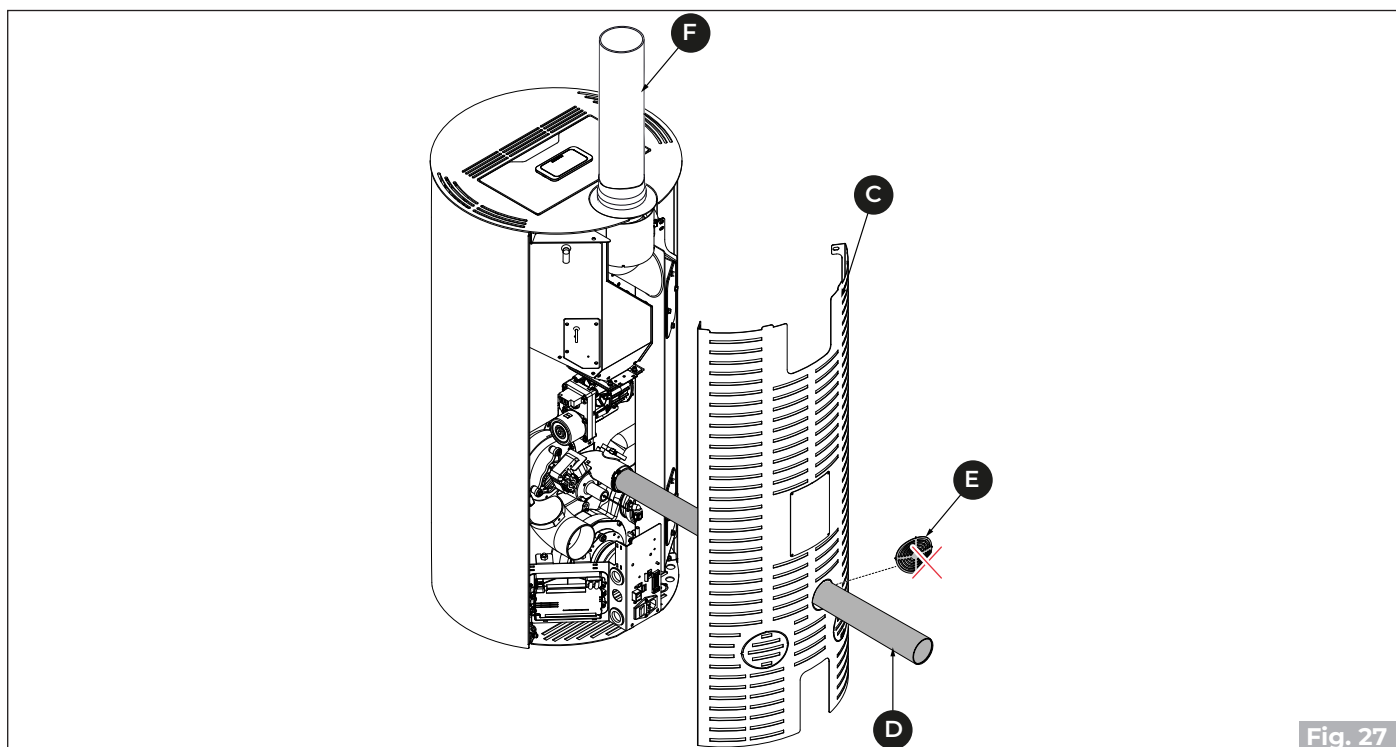

Fig. 27
- Spojite odvodnu cijev za dimne plinove **(F)** ("Fig. 27").